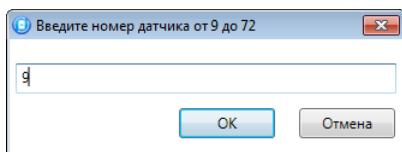

Рис. 5.28. Ввод номера радиоустройства
2. В открывшемся окне укажите номер радиоустройства из числа еще не занятых в нумерации шлейфов и радиоустройств (в указанном диапазоне) и нажмите кнопку *OK* (Рис. 5.28).